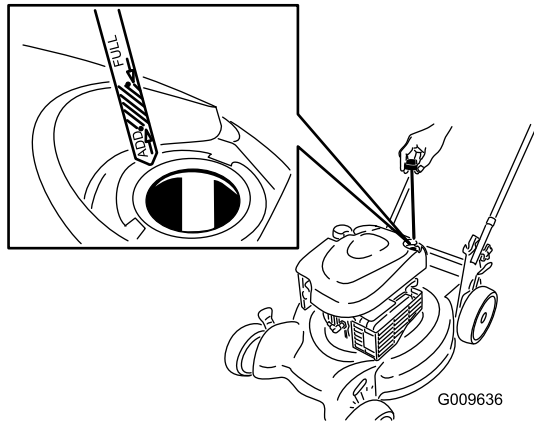

Figure 4
1. Retirez la jauge (Figure 4).
2. Versez de l'huile **lentement** dans le goulot de remplissage pour faire monter le niveau de liquide jusqu'au repère du **plein** (Full) sur la jauge (Figure 4). **Ne remplissez pas excessivement.** (Remplissage max. : 0,59 l (20 oz), type : huile détergente SAE 30 de classe de service API SF, SG, SH, SJ, SL ou supérieure.)